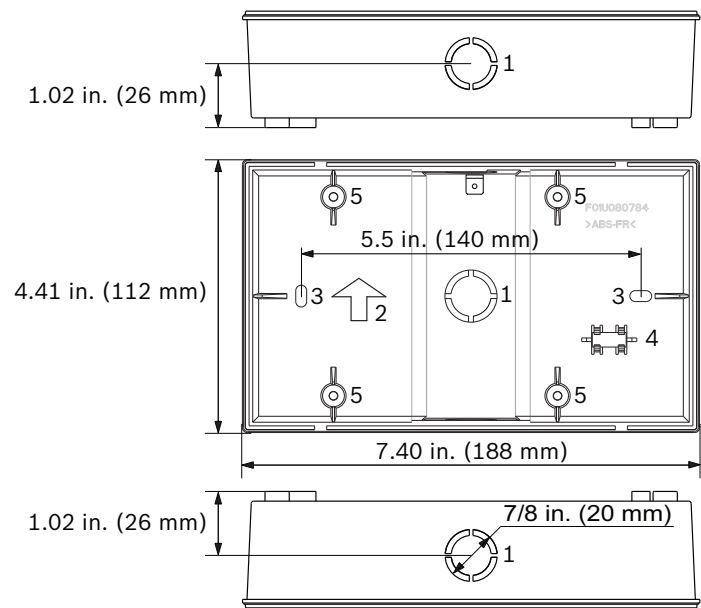

Figura 4.2 Caja Posterior del Centro de Comando Remoto FMR-1000-RCMD
1. La caja posterior cuenta con tres salidas para conexiones de ducto de 1,27 cm (1/2 pulg.) en la parte posterior, inferior y superior (consulte la *Figura 4.2*, elemento 1). Para abrir la conexión de ducto en forma sencilla, reitre la tapa de salida desde el interior de la caja.
2. Instale la caja posterior de modo que la flecha apunte hacia arriba (consulte la *Figura 4.2*, elemento 2).
- 3. Utilice la caja posterior como plantilla para marcar la ubicación de los orificios de montaje (consulte la *Figura 4.2*, elemento 3). Cree una apertura en la superficie de montaje para los cables. Coloque los tornillos. De momento no ajuste los tornillos.
- 4. El nivel de burbuja integrado permite nivelar horizontalmente y fijar la base sin necesidad de utilizar otras herramientas (consulte la *Figura 4.2*, elemento 4).
- 3. Haga pasar los cables a través de una de las salidas de la base del anunciador (montaje en superficie) o de la caja eléctrica de 3 acometidas (montaje empotrado). Consulte la *Figura 4.2* en la *Página 20* para ver dónde se encuentra la entrada de los cables en la caja posterior.
- 5. Para un montaje en superficie con la caja posterior: fije la base. Utilice el nivel de burbuja para asegurarse de que la caja posterior quede perfectamente horizontal. Consulte la *Figura 4.2* en la *Página 20*.